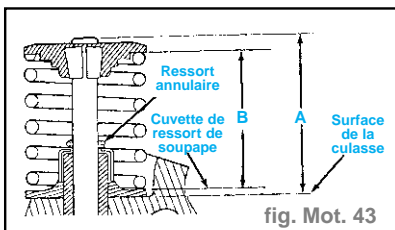

fig. Mot. 43
- Vérifier la hauteur installée **B** de ressort de soupape après la rectification de la soupape et du siège (fig. Mot. 43). Les mesures doivent être prises du sommet de la cuvette de ressort à la surface de la base de la retenue de ressort. Si la hauteur dépasse **38,75 mm**, poser une entretoise de **0,762 mm** sous la cuvette de ressort de soupape pour amener le ressort de soupape dans les normes.